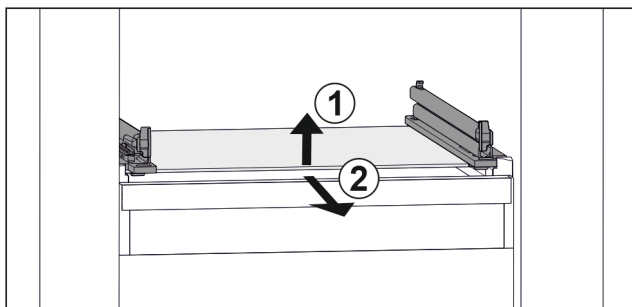

Fig. 137 Příklad znázornění skleněné desky
- ▶ Nadzvedněte skleněnou desku vpředu. Fig. 137 (1)
- ▶ Vyjměte skleněnou desku dopředu. Fig. 137 (2)